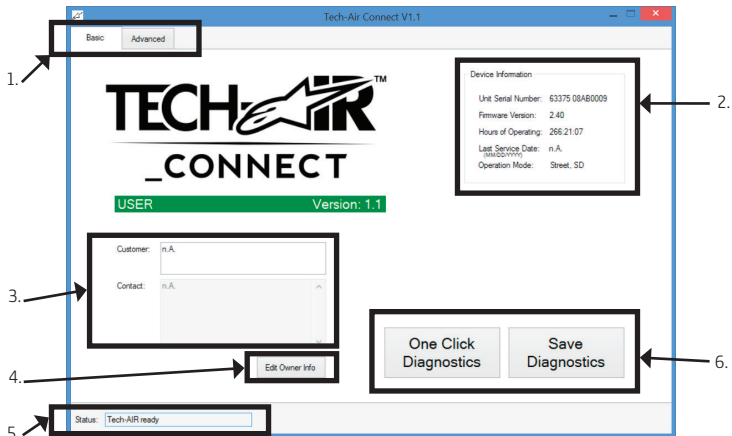

Abbildung 11 – Tech-Air™ Connect Hauptsächlich Bildschirm
3. Führen Sie die Tech-Air™ Connect Software aus; Diese wird den Bildschirm nach Abbildung 11 anzeigen.